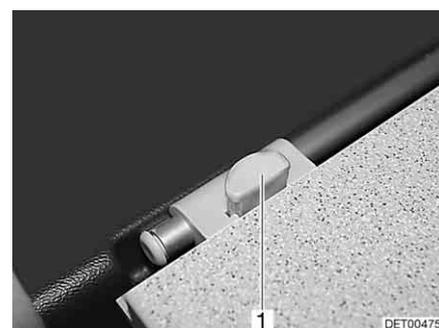

Bild 66 Verriegelung Tischplatte (Variante)
- Wenn eine Verriegelung vorhanden ist: An der Verriegelung der Tischplatte den Entriegelungsknopf (Bild 66,1) drücken.